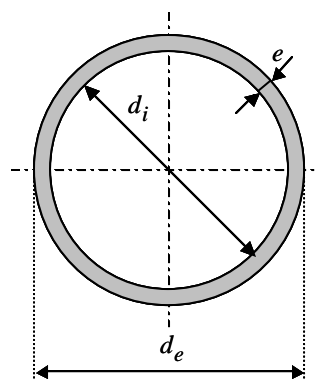

Figura 8.1
1.1. De acuerdo con la tabla 8.2 de tubos normalizados y la figura 8.1: